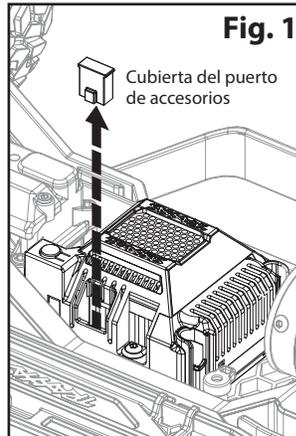

Fig. 1
1. Use pinzas de punta de aguja para retirar la cubierta del puerto de accesorios del ESC (Fig. 1).